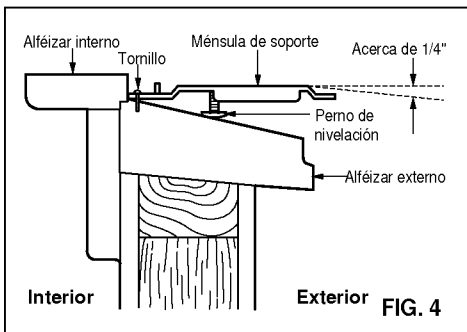

FIG. 4
**3** Instale la ménsula de soporte sobre la ventana. Ver FIG. 4. Instale el perno de nivelación en la parte superior a través de la parte inferior de la ménsula de soporte. Puede escoger un perno corto (ARTÍCULO C) o uno largo (ARTÍCULO B) de acuerdo al tipo de la ventana. También, puede seleccionar la posición del orificio en la ménsula.
Coloque la ménsula en el alféizar a 1 pulgada (25.4 mm) a la izquierda de la línea del centro de la ventana (Vea FIG. 4). Sujete la ménsula al alféizar con los tornillos proporcionados (ARTÍCULO D). Ajuste el tornillo nivelador de modo que el aire acondicionado que se instalará quede con una pequeña inclinación (Acerca de 1/4") hacia abajo hacia el exterior, para un drenado apropiado. Apriete los tornillos de la ménsula.